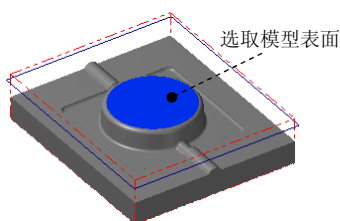

图 12.14 选取加工面
Step2. 选取加工面。在图形区中选取图 12.14 所示的曲面，然后按 Enter 键，系统弹出“刀具路径的曲面选取”对话框。单击“刀具路径的曲面选取”对话框中的 **✓** 按钮，系统弹出“曲面精加工平行铣削”对话框。